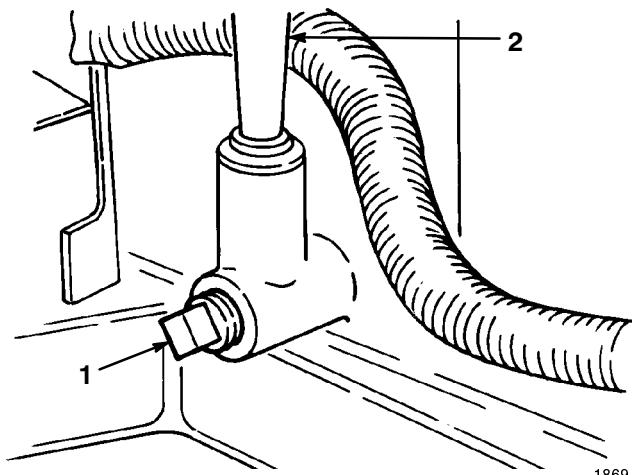

Abbildung 33
4. Eine Auffangschale unter das Einfüllrohr stellen und die Ablaßschraube entfernen (Abb. 33).